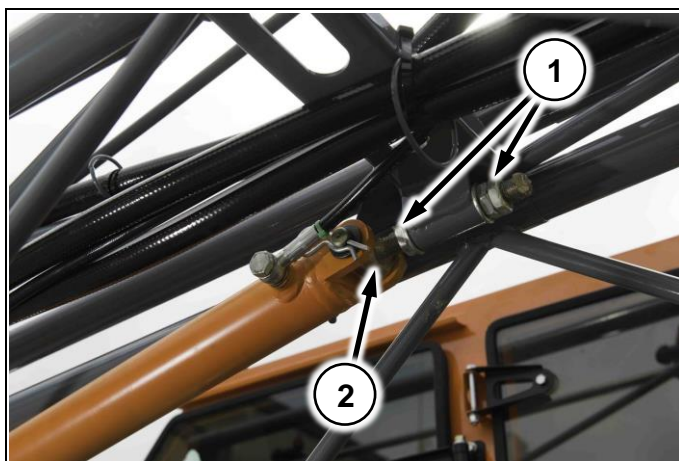

Рис. 123
2. Расконтрите гайки (Рис. 123/1) до того момента пока болт (Рис. 123/2) не будет свободен